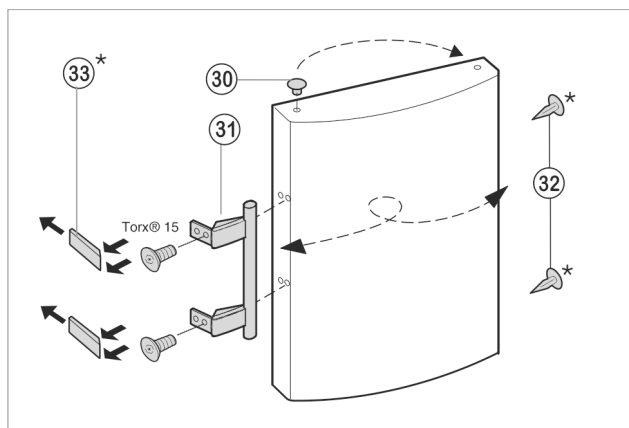

Fig. 8
- ▶ Til de stop Fig. 8 (30) uit de deurlagerbus en plaats hem om.
- ▶ Monteer deurgreep Fig. 8 (31), stop Fig. 8 (32) en drukplaten Fig. 8 (33) af en monteer ze aan de tegenoverliggende kant.